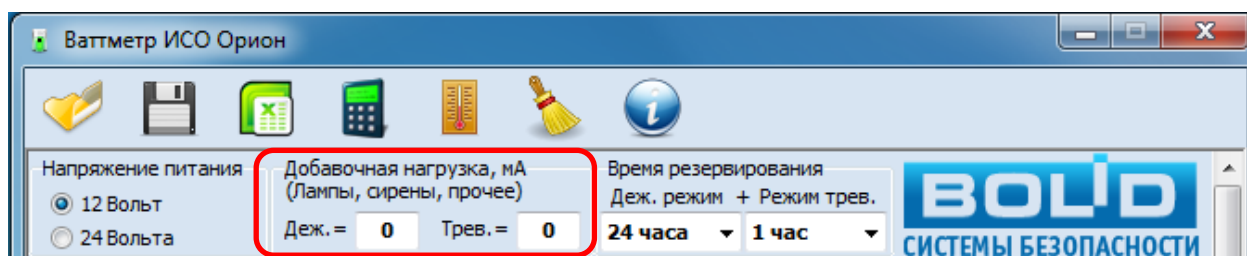

Рисунок 5. Добавочная нагрузка
4.4 При необходимости указать дополнительный ток потребления в дежурном режиме и в режиме тревоги (рис. 5).